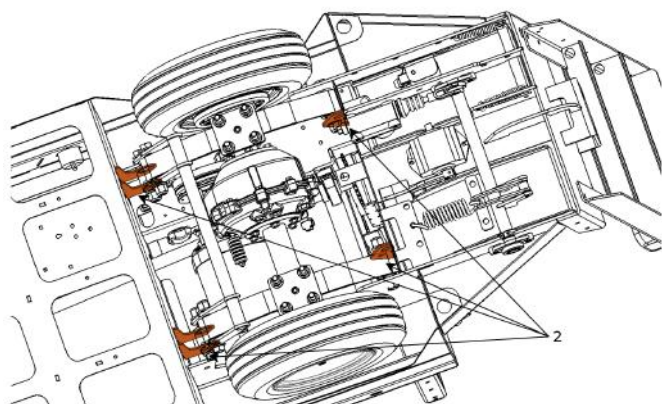

Figure 31. Supports de montage des suspensions arrière.
- Supports de montage des suspensions arrière (2) (voir Figure 31).